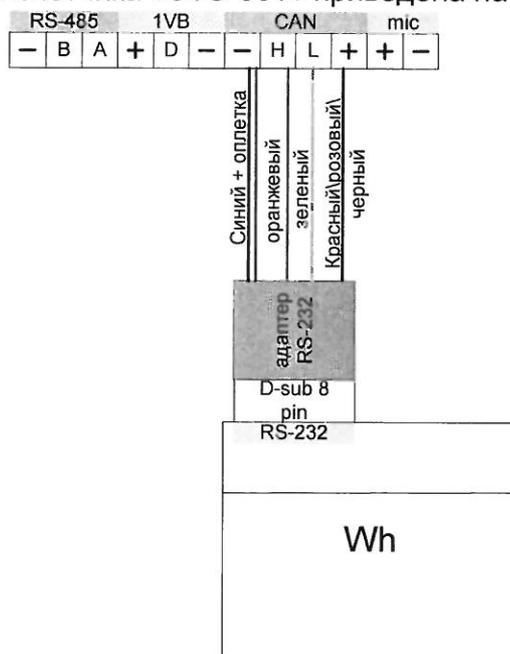

Рис. 4. Схема подключения к УСПД «Геликс 3» счётчика «СТЭ-561».
4. Схема подключения счётчика «СТЭ-561» приведена на Рис. 4.